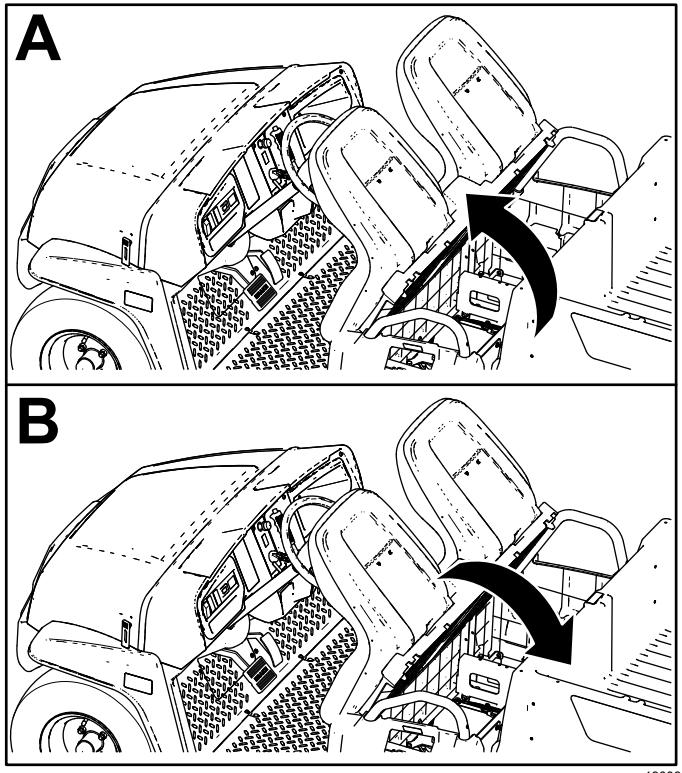

Figura 32
Para elevar el conjunto de asientos, empuje el conjunto de asientos hacia adelante hasta que descansen sobre el volante (Figura 32).
Para bajar el conjunto de asientos, empuje el conjunto hacia atrás hasta que encaje en su posición inicial (Figura 32).
1. Empuje el conjunto de asientos hacia adelante a la posición elevada (Figura 32).